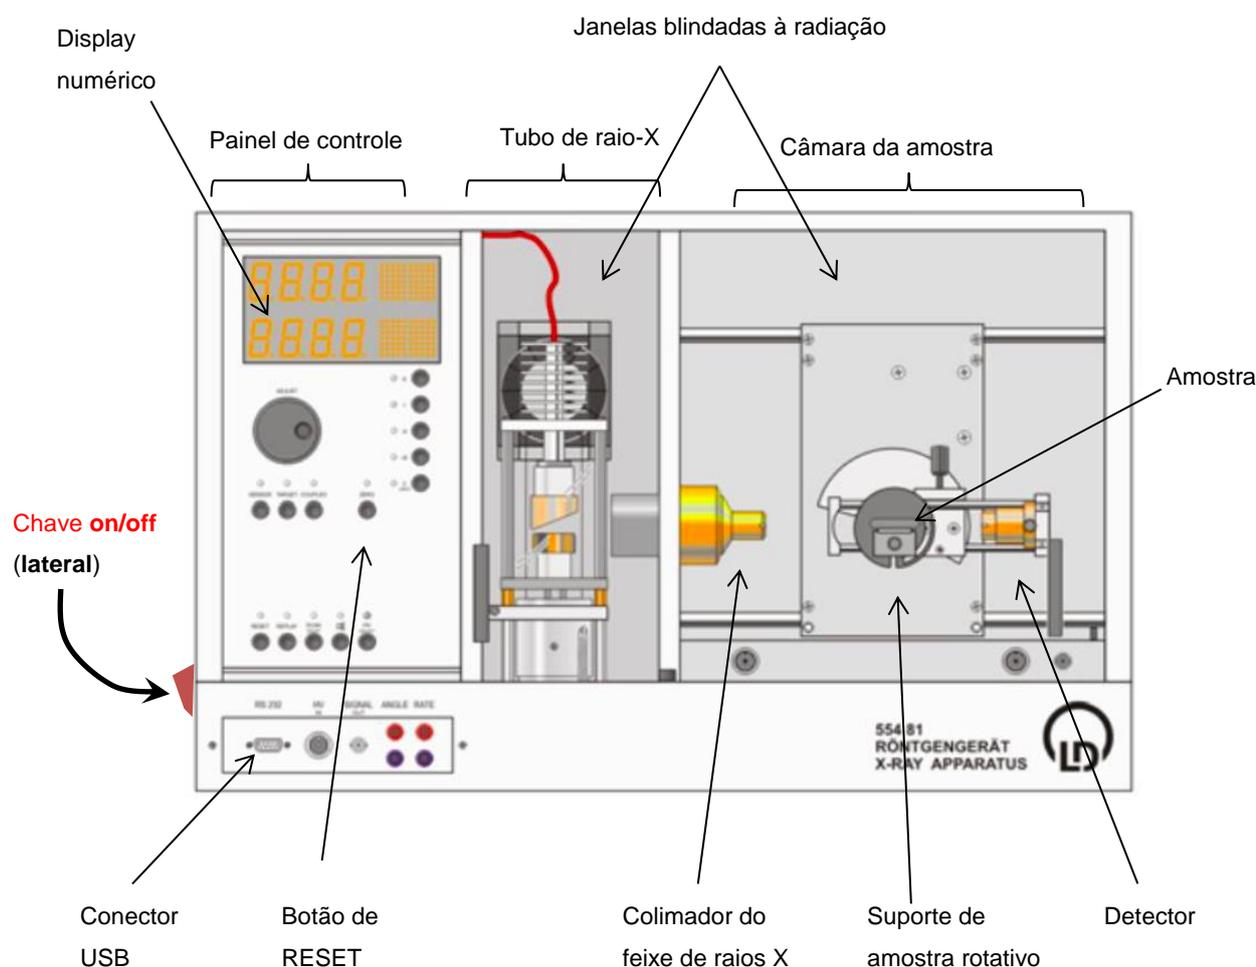

Figura 3 – Itens essenciais do difratômetro
**Para ligar o difratorômetro:** chave liga/desliga (vermelha) localizada no painel lateral esquerdo (veja a figura 3, página 4, adiante).